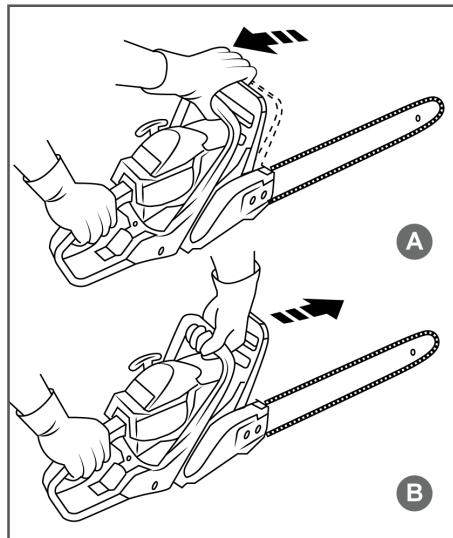

Рис. 7 Проверка механического тормоза цепи
4. Убедитесь, что тормоз цепи включен (цепь заторможена), как показано на Рис. 7В.
После запуска двигателя немедленно выключите тормоз пильной цепи. Для этого потяните ручку тормоза на себя до щелчка (Рис. 7А).